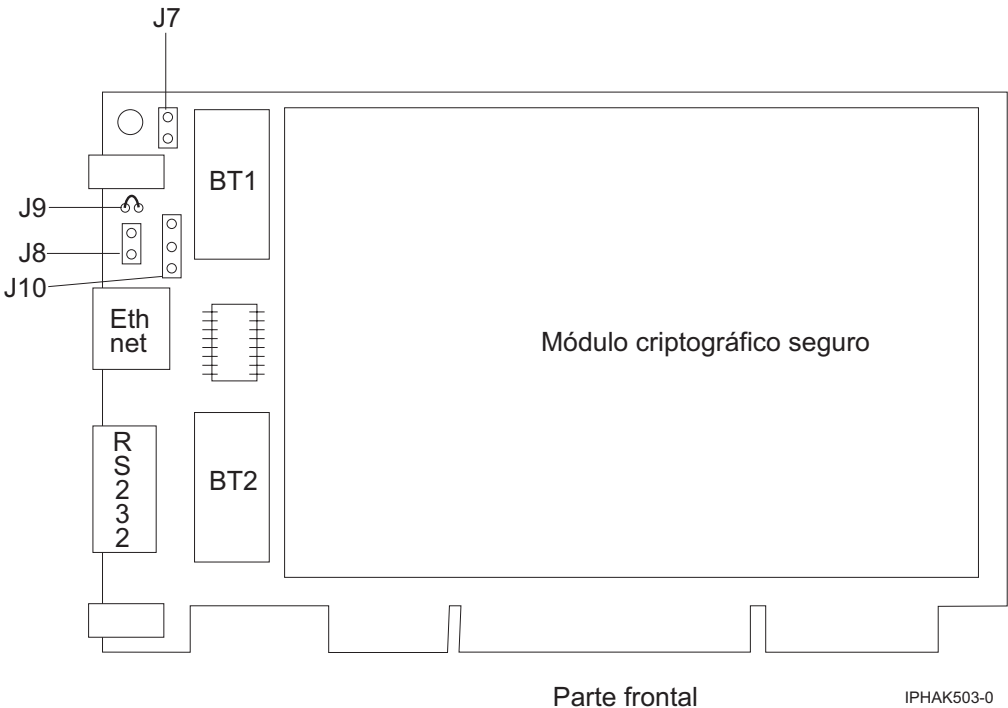

Figura 47. Parte frontal del adaptador
6. Inserte una de las nuevas baterías en la bandeja proporcionada con el kit. Alinee el polo + de la batería con el signo + de la bandeja (el extremo que tiene el hilo rojo). Conecte los hilos de la bandeja al conector J10 situado junto al puerto serie RS-232, como se ve en la Figura 47 en la página 181. El conector está polarizado para garantizar una conexión correcta.